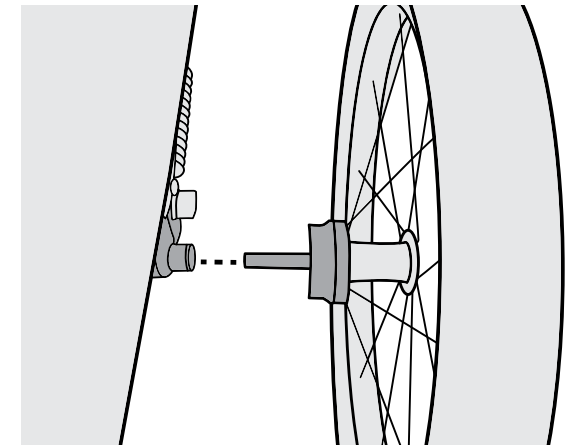

Abbildung 7
2. Schieben Sie die Radachse in die Achsenhalterung und lassen Sie den Knopf anschließend los. Ziehen Sie fest an dem Rad, um sich zu vergewissern, dass die Achse vollständig eingerastet ist (Abbildung 7).